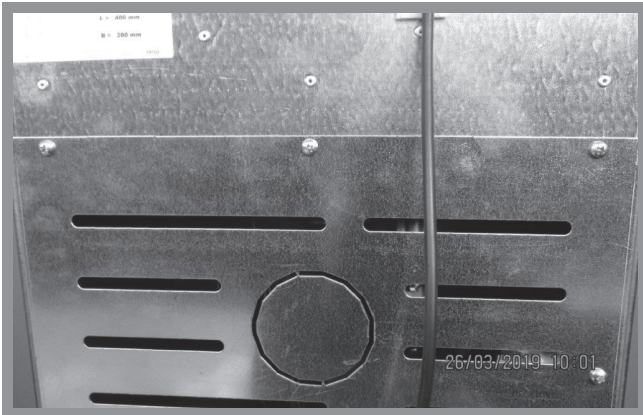

Abb. 13d: Aussaugen der Frontplatte
5. Um den hinteren Hohlraum zu reinigen, müssen die drei Schrauben des Schutzbleches auf der Rückseite abgeschraubt werden (siehe Abb. 13d). Das Schutzblech muss sehr vorsichtig nach hinten gekippt werden. Bringen Sie das Schutzblech nach der Reinigung wieder an und verschrauben es sorgfältig